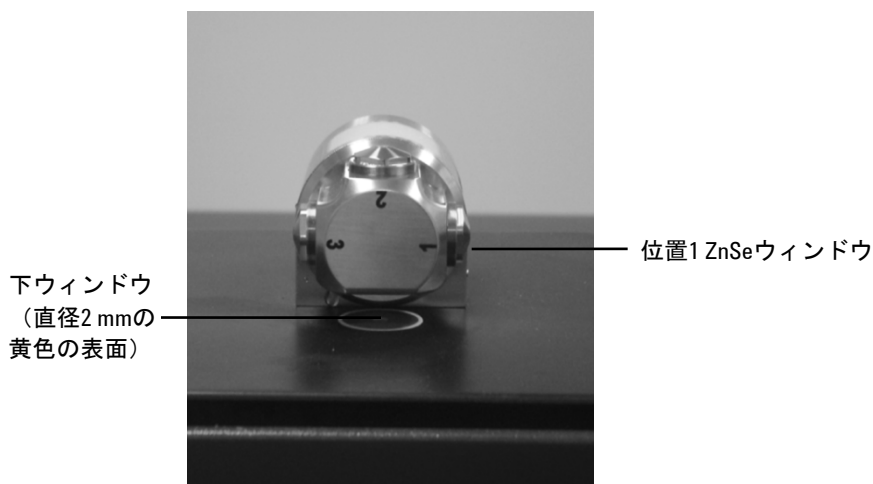

図 10 : アクセサリ・ウィンドウが上を向いた状態の DialPath
サンプルのロード／クリーニング・モードでは、アクセサリ・ウィンドウが上を向くように DialPath が回転します（図 10 を参照）。この位置にあると、サンプル・マウント領域に簡単にアクセスできるため、サンプルのロードや、次のサンプルを分析する前のサンプリング表面のクリーニングが容易です。
光学センサー#2 が上を指すまで DialPath を回転します。最初に使用する位置のウィンドウをクリーニングし、次に下ウィンドウをクリーニングします（図 10 を参照）。位置 2 を使用している場合、DialPath を回転した方向に応じて、位置 3 または 1 のクリーニングが必要になることがあります。
- 1 アームを回してサンプリング・デバイス（DialPath）を開きます（図 10 を参照）。